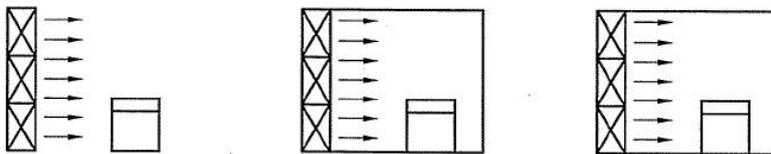
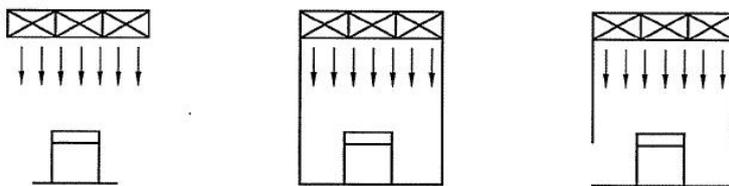

图 A.2 水平单向流气流形式
图 A.3 垂直单向流气流形式
A.2 100 级单向流区域,洁净工作台或局部空气净化设施的采样点宜布置在正对气流方向的工作面上,气流形式可参考图 A.2、图 A.3。